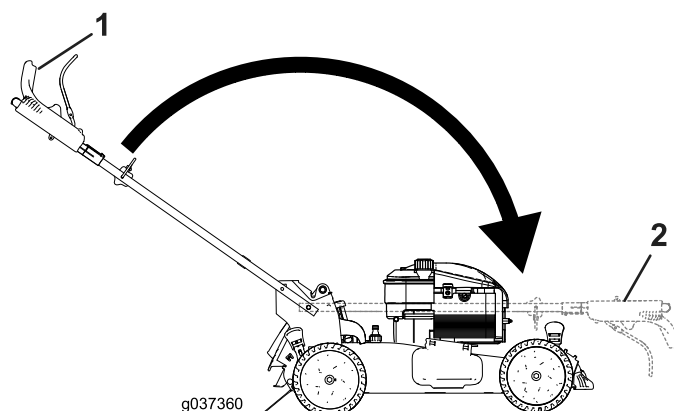

Figure 29
2. Repliez le guidon en le faisant pivoter en avant (Figure 29).